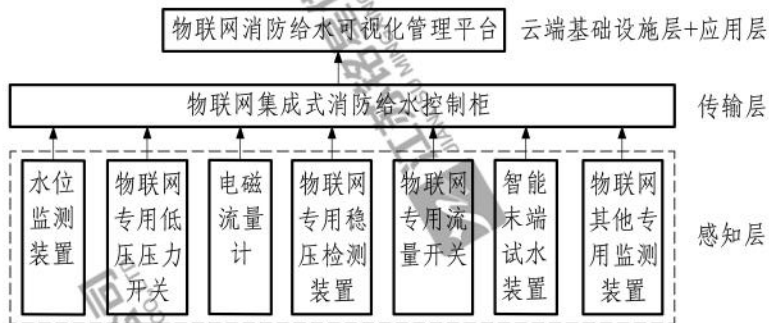

图1 成套机组智能监控系统架构
4.3.4 成套机组智能监控系统架构自下向上为感知层、传输层、云端基础设施层+应用层，见图1。物联网消防给水系统实时运行信息见表2，其他信息可参照国标图集19S204-1《消防专用水泵选用及安装（一）》。